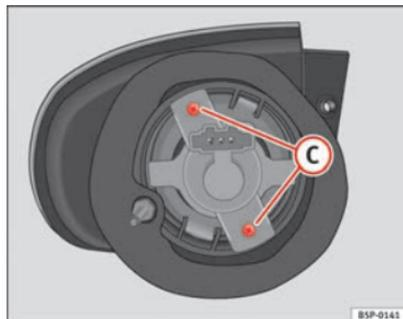

Fig. 192 Luz indicadora de mudança de direcção
- Desenrosque os parafusos ⇒ Fig. 192 **C** do porta-lâmpadas e puxe-o.
- Retire os parafusos ⇒ Fig. 192 C do porta-lâmpadas e puxe-o.